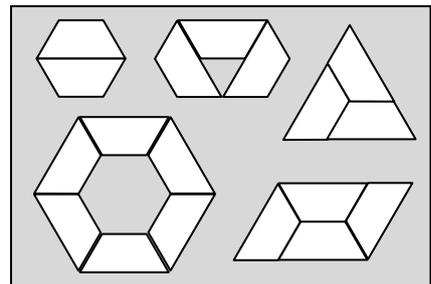

図1 テーブルの組み合わせ方の例
- (1) テーブルの天板の形を台形にすることで図1に示すように, 2つ組み合わせれば6人, 3つで8人, 4つで10人と, テーブルの数や組み合わせ方によって様々な人数や場所に対応できる。
- (2) 大学の授業においてスギは本来傷つきやすい材料だと学んだが, 材料の表面を圧縮し強度及び耐久性を高めたスギの表層圧密フローリング材があることがわかり, この材料であればテーブルの天板に使用した際に傷つきにくく長期間利用できると思い使用した。